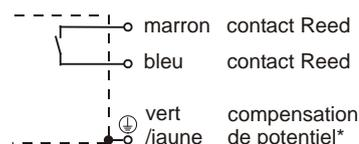

Fig. 13
- ✎ Connecter le câble de connexion selon le schéma des connexions (→ Fig. 13) :